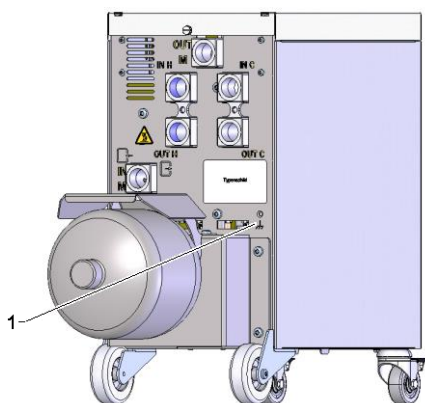

Bild 17: Funktionsjord
Stora EMK-störningskällor i närheten av omkopplingsenheten kan påverka dess funktion negativt. I så fall måste omkopplingsenhetens hus jordas med jordledning (funktionsjordens anslutningspunkt se (1) Bild 17).